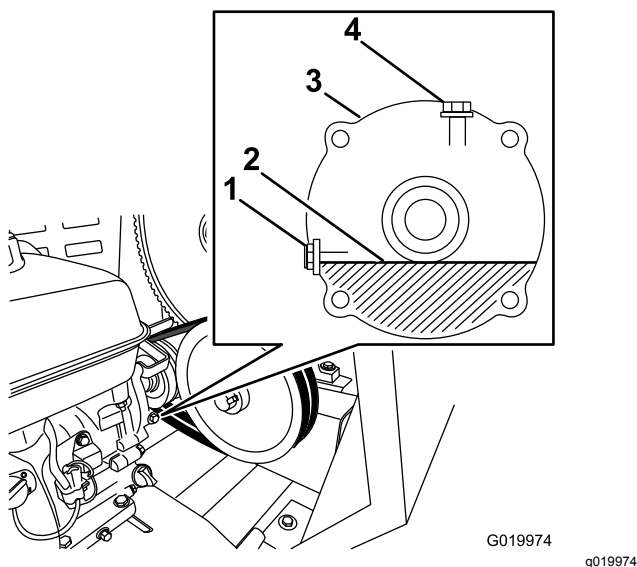

Figura 59
5. Localice la caja reductora entre el motor y la polea del motor (Figura 59).
7. Retire el perno y la arandela de comprobación del nivel de aceite del orificio de nivel de aceite (Figura 59).
- A. Retire el perno y la arandela de llenado del orificio de llenado situado encima de la caja reductora (Figura 59).
- C. Instale el perno de llenado y la arandela en el orificio de llenado de la caja reductora, y apriete el perno de llenado (Figura 59).
8. Cuando el aceite esté al nivel de las roscas de la parte inferior del orificio de nivel de aceite, instale el perno y la arandela de comprobación del nivel de aceite en el orificio y apriete el perno (Figura 59).
11. Vierta lentamente aceite del tipo especificado en el orificio de llenado hasta que el nivel de aceite llegue a las roscas de la parte inferior del orificio de nivel de aceite (Figura 59).